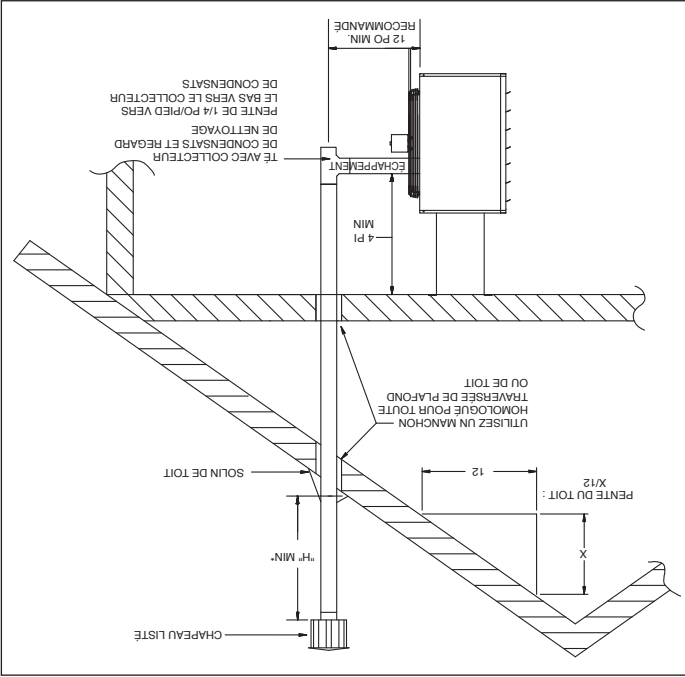

Figure 8.1 - Système de ventilation verticale de catégorie I
B4. Il est recommandé de toujours poser un té dont la branche verticale munie d'un bouchon servira à collecter les liquides, comme sur la figure 8.1.
• Pour des conduits d'évacuation à double paroi et une distance horizontale de tout mur vertical ou obstacle similaire, le conduit doit se terminer au-dessus du toit, conformément à la figure 8.1 et au tableau 8.1.
• Pour des conduits d'évacuation à double paroi et une distance horizontale de tout mur vertical ou obstacle similaire, le conduit doit se terminer à au moins 2 pi au-dessus du point le plus haut de sa traversée du toit et à au moins 2 pi au-dessus de toute partie horizontale du bâtiment dans un rayon de 10 pi. Voir la figure 8.1.
- Conduit vertical débouchant verticalement (vers le haut) (exemple à la figure 8.1).
- Si le système d'évacuation respecte TOUTES ces exigences (voir l'exemple de la figure 8.1), passez à la section B – Installation des systèmes d'évacuation verticale. Dans tous les autres cas, passez à la section suivante « Détermination du système d'évacuation horizontal Catégorie III ».
- A9. Évitez de faire passer le conduit à travers un espace non chauffé, dans la mesure du possible. Si le tuyau traverse un espace non chauffé ou si l'appareil est installé dans un environnement propice à la condensation, il faudra isoler toute longueur de tuyau de plus de 5 pi afin de minimiser la condensation. Assurez-vous qu'il n'y a pas de fuites et utilisez un isolant non combustible avec un indice non inférieur à 204 °C (400 °F). Installez un raccord en té au point bas du système de ventilation et fournissez un collecteur de condensats avec un bouchon de nettoyage, comme illustré à la figure 8.1.